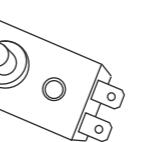

Рис. 10
- нажать до щелчка кнопку, расположенную по центру термовыключателя (рис.10);